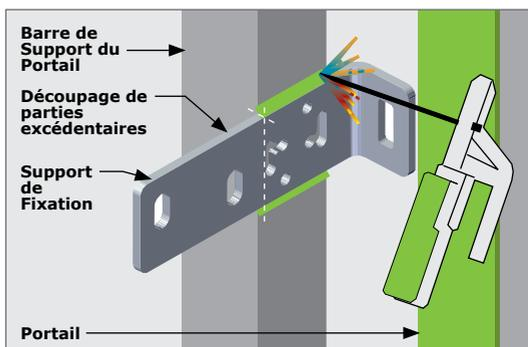

FIGURE 9. BARRE DE SUPPORT - SOUDÉE
1. Soudez le Support de Fixation sur la Barre de Support du Portail (Fortement Recommandé) - Voir la Figure 9